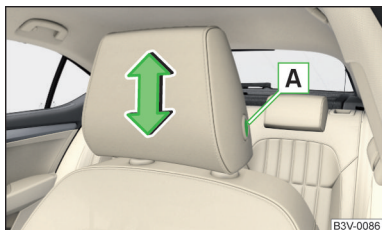

Fig. 73
- Pentru **reglarea pe înălțime**, mențineți apăsat butonul de siguranță **A** și deplasați tetiera în direcția dorită » fig. 73.